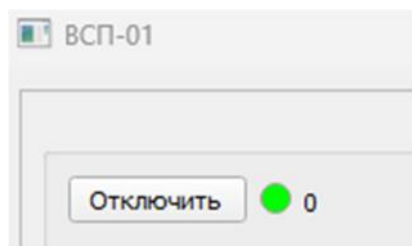

Рис. 5 – Индикатор успешного подключения
7. В случае успешного подключения наблюдать в правом верхнем углу программы смену названия кнопки «Подключить» на «Отключить», а также смену цвета индикатора подключения с серого на зеленый (рис. 5).